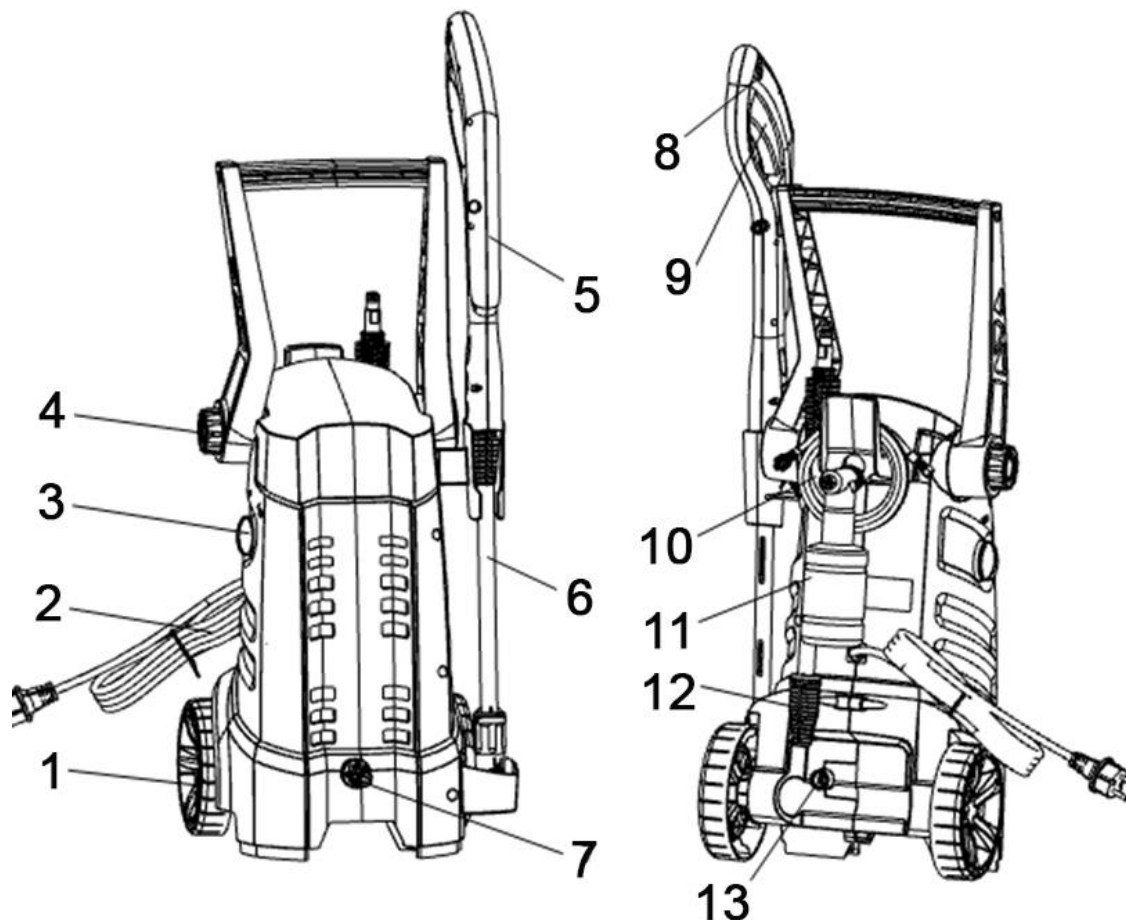

Рис. 1
- Подключите шланг высокого давления к выходному штуцеру на корпусе мойки (13)(См. Рис.1; 4). Плотно затяните его руками. Не затягивайте соединение спец. инструментом, чтобы исключить риск повреждения штуцера насоса.
- Достаньте один конец шланга из емкости, и не выливая из него воду, подключите к соединительному фитингу (7)(См. Рис.1; 4; 5) на мойке.
- Установите выключатель (3)(См. Рис.1; 6) в положение «ВКЛ» (ON).
- Отожмите кнопку блокировки пуска (8)(См. Рис.1; 7) и направьте форсунку пистолета - распылителя на обмываемый участок.
- Нажмите на пусковую клавишу (9)(См. Рис.1; 7) пистолета-распылителя.
- Отпустите пусковую клавишу пистолета (9)(См. Рис.1; 7).
- Заблокируйте пусковую клавишу ручного пистолета-распылителя с помощью кнопки блокировки (8)(См. Рис.1; 7).
- Во время продолжительных перерывов в работе (свыше 5 минут) аппарат следует выключать, для этого переведите выключатель (3)(См. Рис.1; 6) в положение «ВЫКЛ» (OFF).
- **Для прекращения подачи струи воды:** отпустите пусковую клавишу пистолета (9)(См. Рис.1; 7).
- Мойка имеет систему полной остановки. При освобождении пусковой клавиши пистолета (9)(См. Рис.1; 7) электродвигатель насоса автоматически отключается.
- **Для выключения аппарата:** переведите выключатель питания в положение «ВЫКЛ» (OFF) (3)(См.Рис.1; 6).